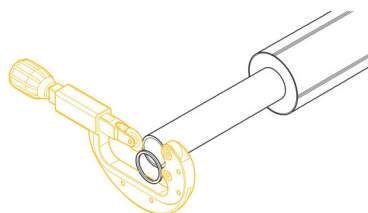

Рис. 5.6.6
6. При помощи трубореза выровнять торец напорной трубы (обрезать конец трубы перпендикулярно продольной оси) на расстоянии 30 мм от конца трубы (рис. 5.6.6).